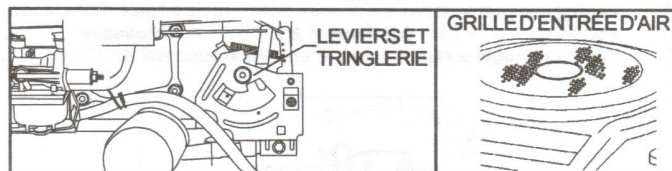

FIGURE 3
**S'ASSURER QUE LA GRILLE D'ENTRÉE D'AIR, SI LE MOTEUR EN POSSÈDE UNE (VOIR FIGURE 3) EST EN PLACE POUR ÉVITER TOUT CONTACT AVEC LES COMPOSANTS EN MOUVEMENT.**
### SYSTÈME DE REFROIDISSEMENT (Figure 3) :